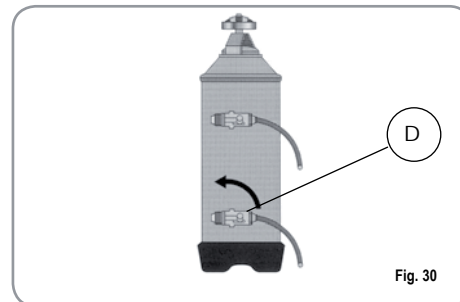

Fig. 30
- 3) Llevar nuevamente la palanca D hacia la izquierda (Fig. 30).